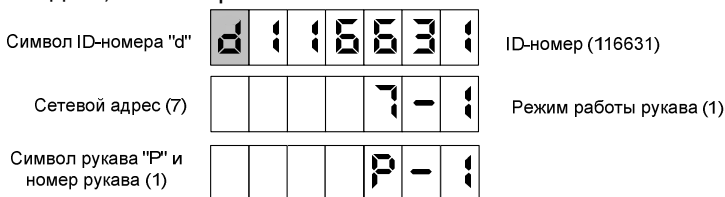

Рисунок 9
8.7 По команде СУ на табло могут отображаться сетевой адрес, режим работы и ID-номер рукава (рисунок 9). При снятии/установке любого раздаточного крана на табло выводится информация для следующего по счету рукава. По достижению последнего рукава вновь отображается информация по первому рукаву.